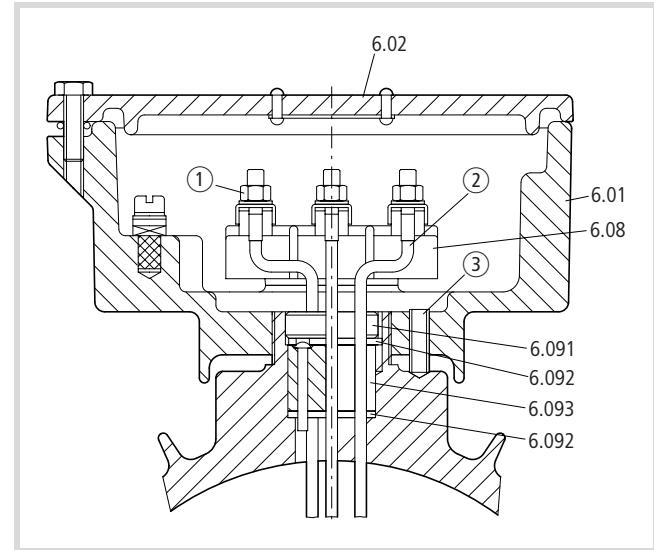
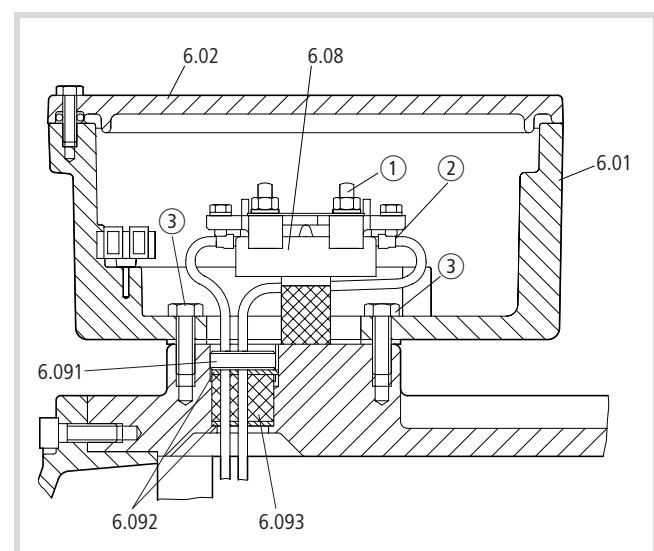

Figure 12 : Dévissage des raccordements de la plaque à bornes (6.08)
Figure 13 : Dévissage des raccordements de la plaque à bornes (6.08)
- Dévissez les raccordements ① (→ fig. 12) de la plaque à bornes (6.08).
- Dévissez la vis de blocage ③ jusqu'à ce que la boîte puisse tourner facilement.
- Dévissez les raccordements ① (→ fig. 13) de la plaque à bornes (6.08).
- Dévissez les raccordements ① (→ fig. 12, page 11 et fig. 13, page 11) situés sur la plaque à bornes (6.08).
- Sectionnez les câbles de raccordement du bobinage au ras de la cosse ②.